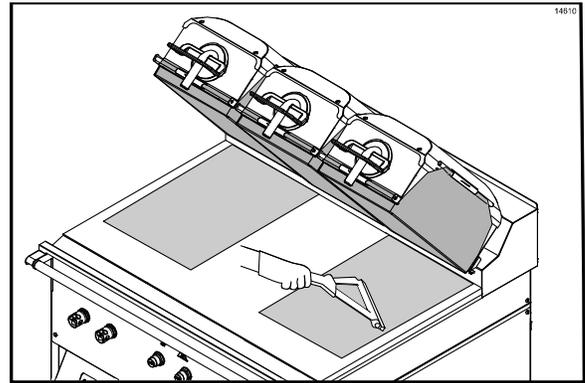

Figura 19
10. **Repita los dos últimos pasos con la hoja antiadherente del otro lado de la parrilla.** (Vea la figura 19.)